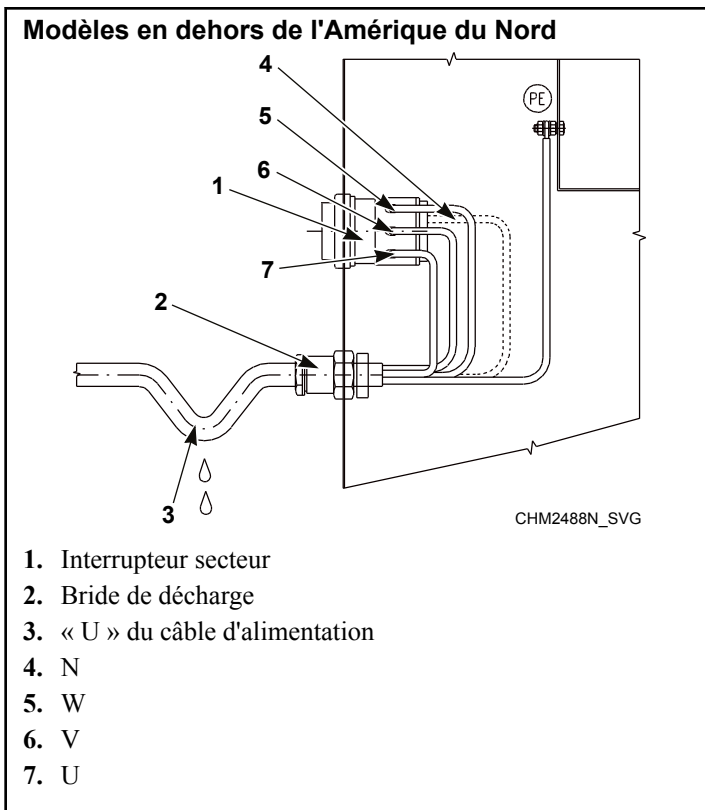
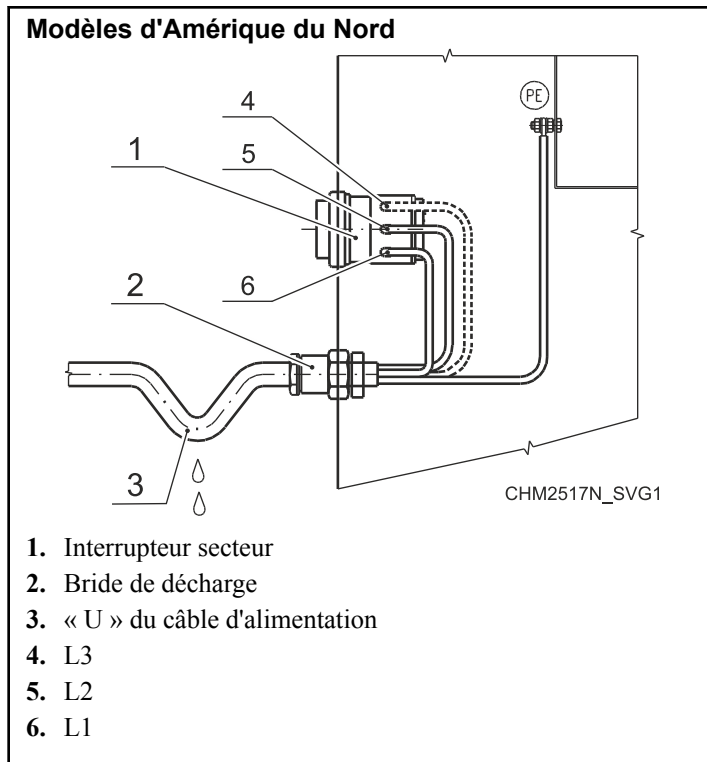

Figure 25
Figure 26
3. Avec les conducteurs torsadés, utilisez des tubes de terminaison de câble, avec un manchon isolé (6) pour les conducteurs L1/U, (L2/V), (L3/W), (N). Assurez-vous qu'il n'y a pas de contact accidentel, étant donné que le câble d'alimentation est toujours sous tension même lorsque l'interrupteur principal est éteint.
5. Connectez les conducteurs de câble d'alimentation aux bornes d'entrée (interrupteur principal [1]) marqué avec L1/U, (L2/V), (L3/W), (N), et le terminal marqué avec PE. Voir *Figure 25* ou *Figure 26*.
6. Prévoyez de faire un U avec le câble à proximité de la machine pour qu'il ne soit pas tendu. Cela évitera que de l'eau condensée goutte dans la machine. Voir *Figure 25* ou *Figure 26*.